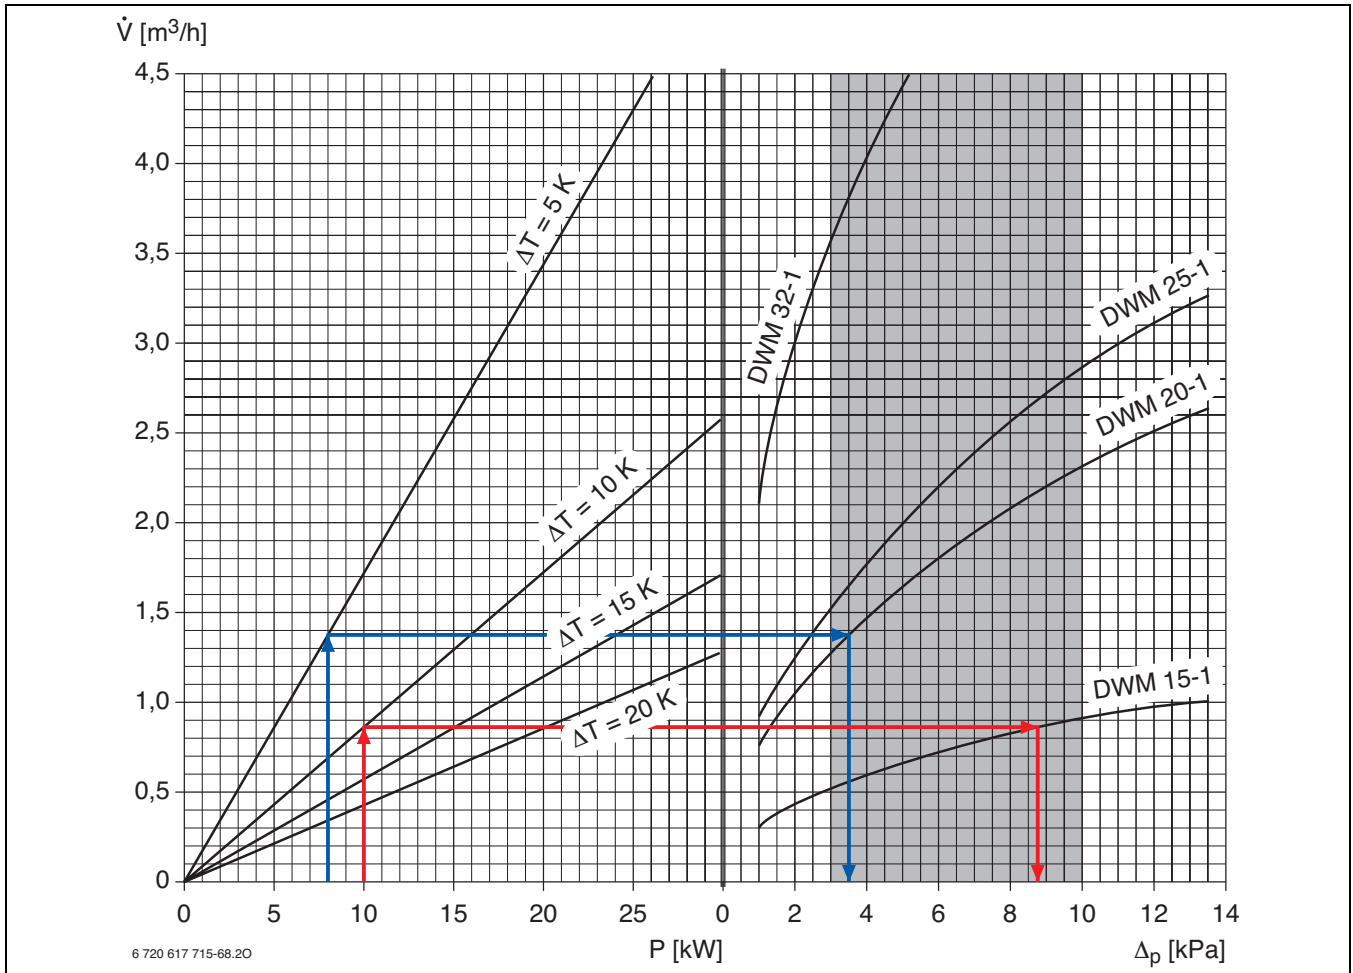

Рис. 94 Диаграмма выбора трёхходового смесителя
Для достижения хорошей характеристики регулирования падение давления в смесителе должно быть примерно равным падению давления в части трубопроводной сети с переменным расходом, то есть также 3,0 ... 10,0 кПа. На этом основана диаграмма выбора смесителей (рис. 94).
- ▶ Найдите на левой половине рис. 94 точку пересечения линий мощности и разности температур.
- ▶ Найдите на левой половине рис. 94 точку пересечения линий мощности и разности температур. Она примерно соответствует расходу  $1,5 \text{ м}^3/\text{ч}$ .